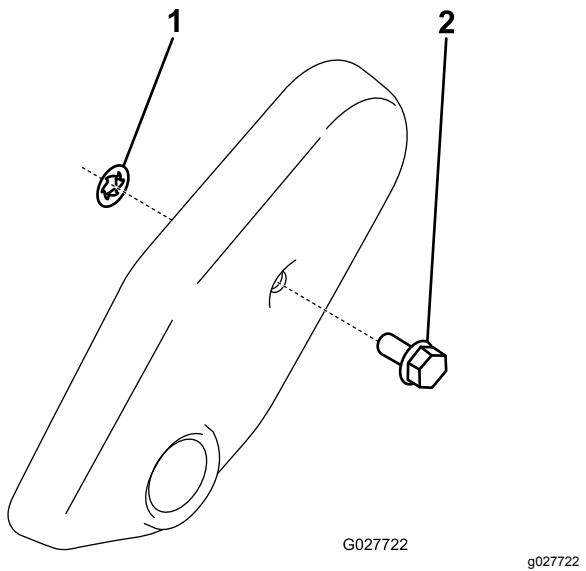

Figure 7
2. Glissez l'écrou poussoir sur l'obturateur du protège-courroie (Figure 7).